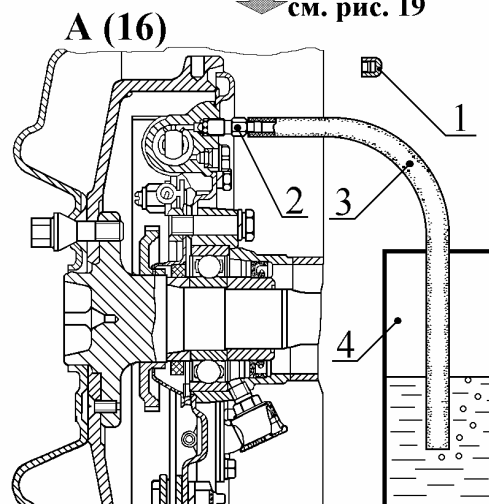

Рис. 18. Прокачка правой ветви заднего контура гидропривода тормозов:
7.6.1. Открыть диалоговое окно поз. 9 (рис. 18), нажав кнопку «ENTER».
см. рис. 18